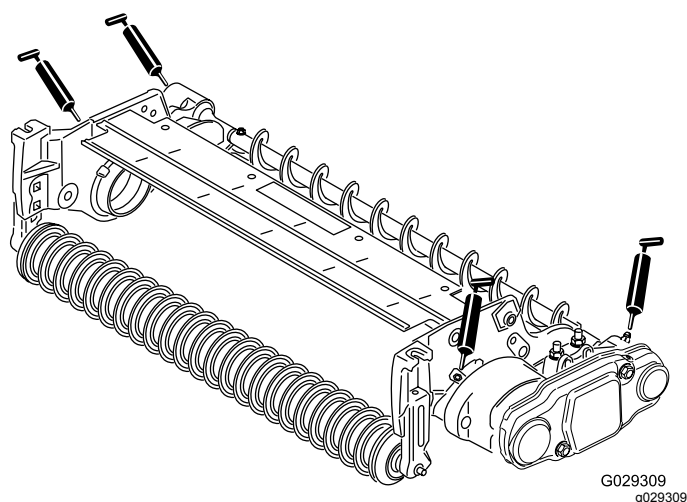

Figura 19
26. Lubrique los engrasadores situados en cada uno de los alojamientos de cojinete del cepillo del rodillo y en el resto de la unidad de corte con grasa de litio N° 2 (Figura 19).